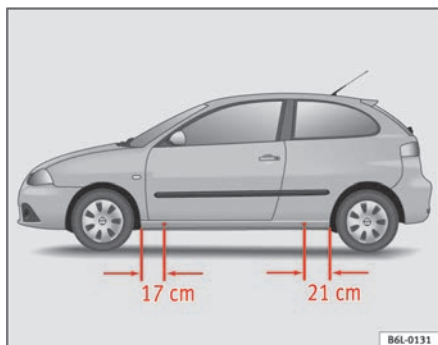

Abb. 142 Aufnahme-
- Suchen Sie den Aufnahmepunkt am Unterholm, der dem zu wechselnden Rad am nächsten liegt ⇒ Abb. 142.
Am Unterholm kennzeichnen jeweils vorn und hinten Eindrückungen die Stellen, an denen der Wagenheber angesetzt werden darf ⇒ Abb. 142. An jedem Rad ist eine Stelle für den Wagenheber vorgesehen. An anderen Stellen darf der Wagenheber nicht angesetzt werden.